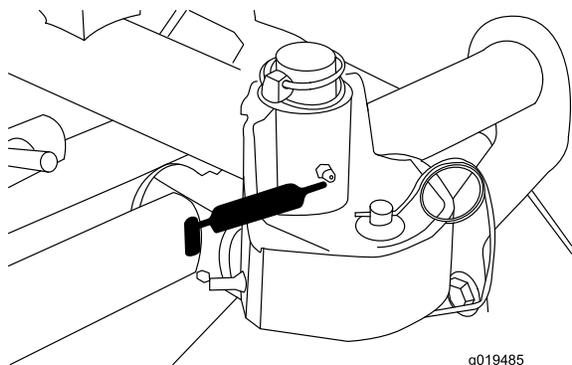

Figure 41
- Bâti porteur de plateau de coupe et pivot (2 chacun) (Figure 41).